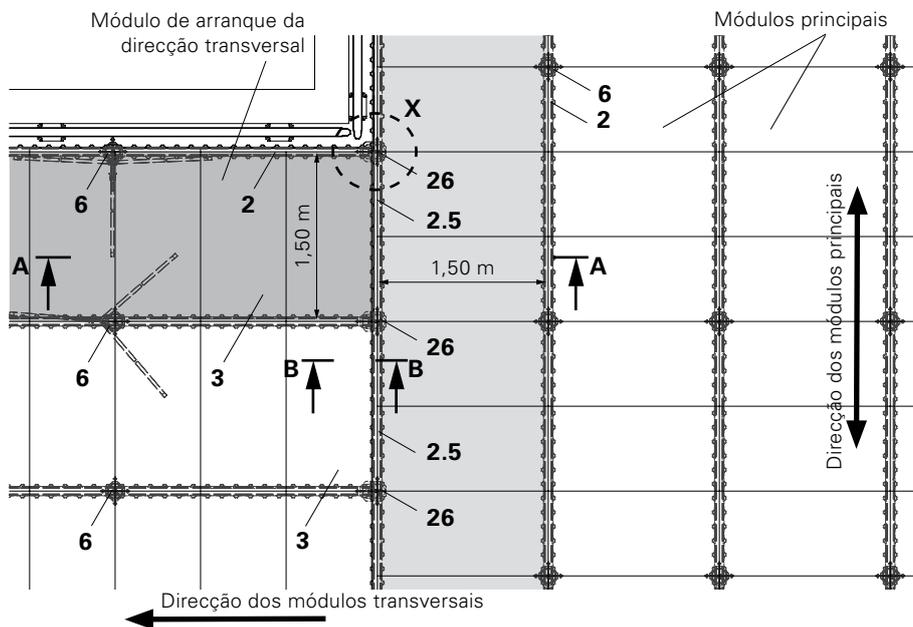

Fig. A10.02
## Vista geral (Fig. A10.02)
1. Instalar o prumo de laje com cabeçal SDSK (26) com um afastamento de 1,50 m e aprumar com tripés.
2. Montar a viga principal SLT 150 (2.5) em vez da SLT 225. (Fig. A10.02 + A10.02a)
3. Continuar a montagem na direcção do módulo transversal com prumos de laje, cabeçal de apoio SSK (6) e vigas principais SLT (2): ver Secção A4 Cofragem. (Fig. A10.02 + A10.03) Estabilizar os prumos com tripés.
4. Instalar os painéis SDP 150 x 75 (3) na direcção do módulo transversal. (Fig. A10.02)